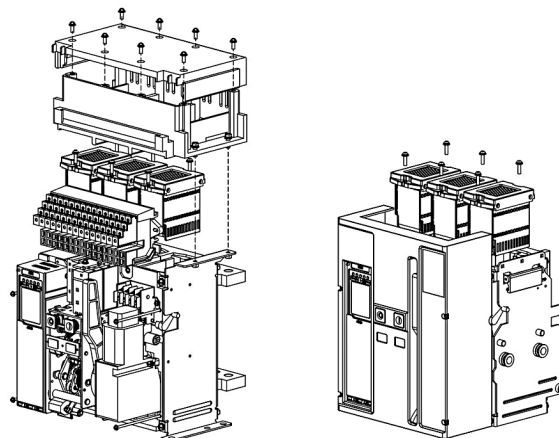

Рисунок 30
Проверка дугогасительных камер, смотри рисунок 30:
- Снять дугогасительные камеры, смотри рисунок 30;